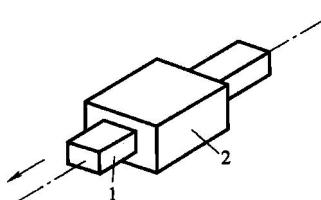

图 1-4 移动副
② 移动副 若组成运动副的两构件只能沿某一轴线相对移动，这种运动副称为移动副，如图 1-4 所示。
(2) 高副